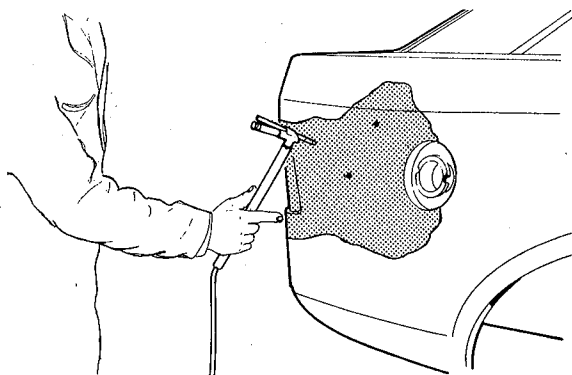

fig. 11
4. Equalizar as tensões do painel aplicando a ferramenta de tração com elétrodo, nos pontos necessários; aquecer e puxar o painel (fig. 11)